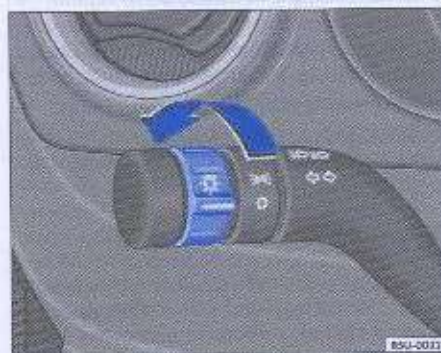

Fig. 63 Detalle en la palanca de los indicadores de dirección; interruptor de las luces
- Gire el interruptor hasta la posición  $\rightarrow$  fig. 63. En esta posición se encienden las linternas (luz de posición), luz de la placa de matrícula y tablero de instrumentos  $\rightarrow$   $\Delta$ .
- Gire el interruptor hasta la posición  $\rightarrow$  fig. 63. En esta posición, se encienden los faros, de carretera o de cruce, dependiendo del conmutador de los faros  $\rightarrow$  página 91.